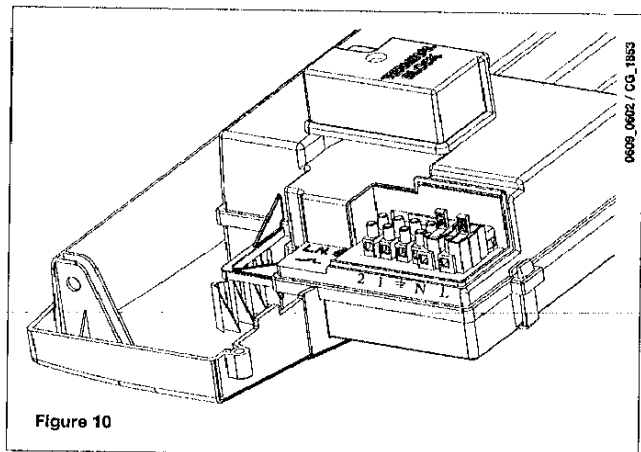

Figure 10
- \* enlever le couvercle afin d'accéder aux branchements électriques (figure 10).